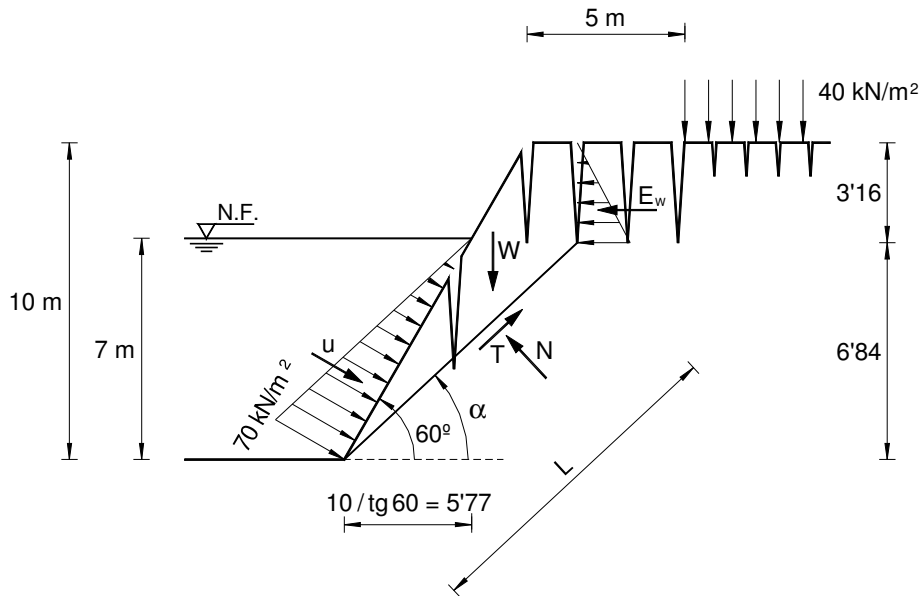

Figura 7.6
2. **Mecanismo B.** Condicionado por una grieta de tracción de coronación en zona sin sobrecarga (figura 7.6).